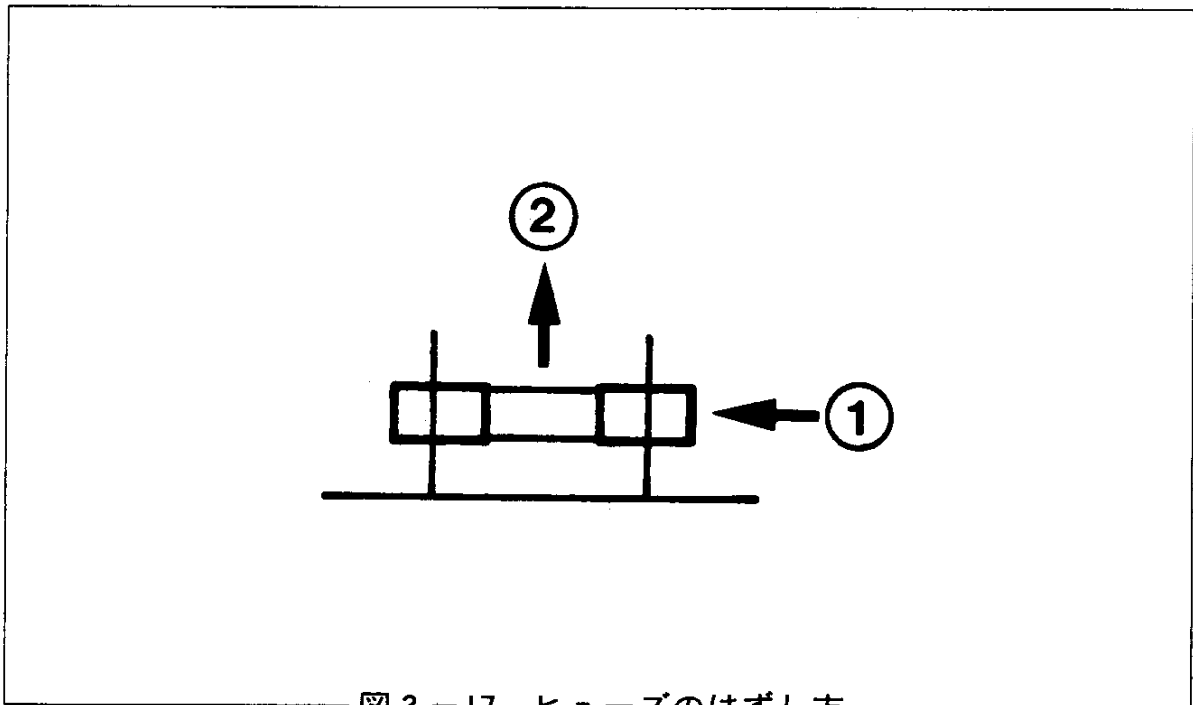

図 3-17 ヒューズのはずし方
電源ヒューズをはずすときは、ヒューズを〔図3-17〕に示す矢印①の方向に押します。
- ⑤ 測定結果は、「mV」の単位で読んで下さい。〔図3-17参照〕